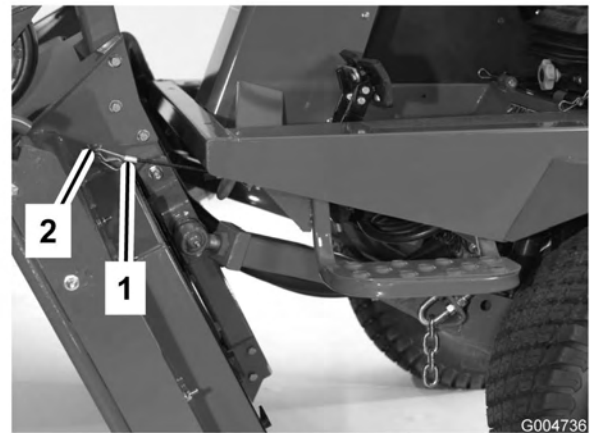

Figure 76
6. Tout en maintenant le plateau à la verticale, placez l'extrémité du câble sur l'axe du bras de relevage et fixez-le en position à l'aide de la goupille fendue (Figure 76).